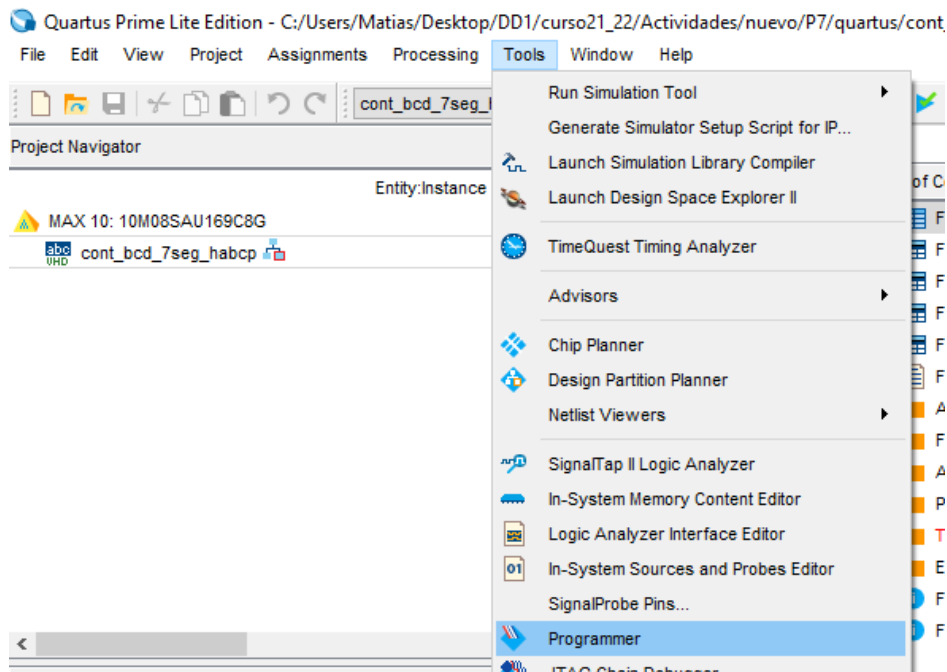

Figura 21: Acceso al programador desde el menú
2. Seleccione la entrada “Programmer” del menú de herramientas (*Tools*), como se muestra en la Figura 21.